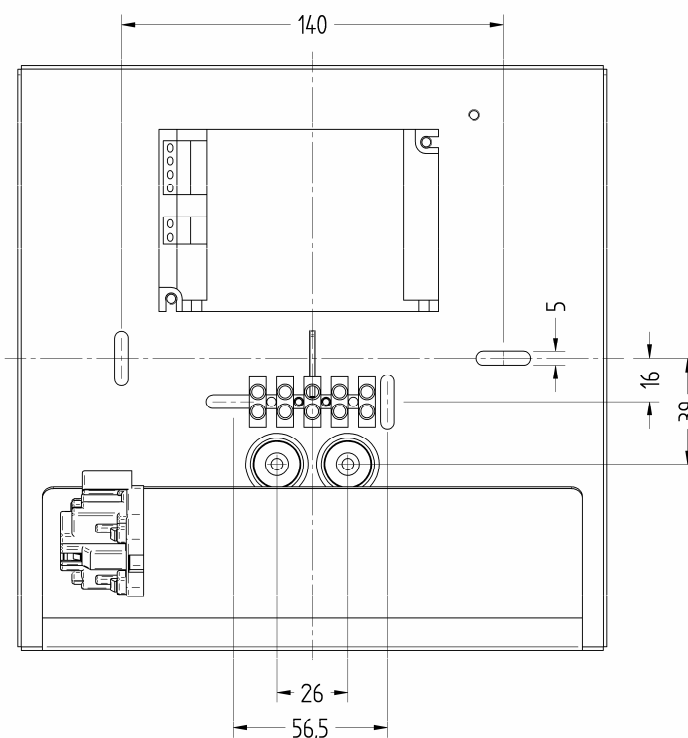

Fig. 2
- Die Leuchte entweder an Wanddose oder direkt an Wand montieren. Max. zwei Kabeleinführungen. Siehe Fig. 2.
Bitte beachten: Bei der Anwendung im Aussenbereich, die in Fig. 2 gezeigte Aufhängungsrichtung unbedingt befolgen.